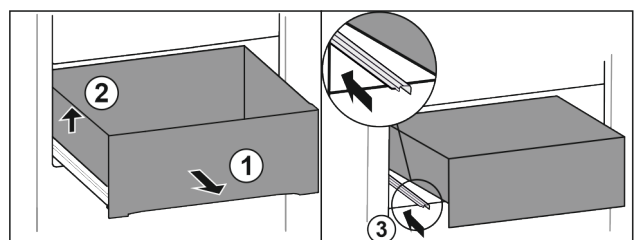

Fig. 159
- ▶ Estrarre il cassetto fino all'arresto. Fig. 159 (1)
- ▶ Sollevare il cassetto a sinistra. Fig. 159 (2)
- ▶ Inserire la guida sinistra. Fig. 159 (3)